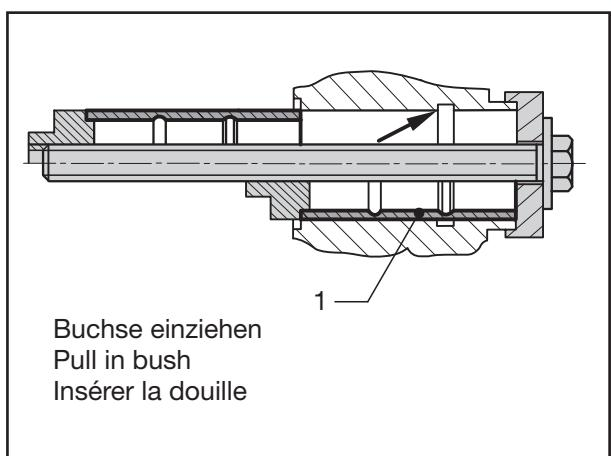

Fig. 7
- [20] Feststellen, ob eine Nut im Bremssattel vorhanden ist (siehe Fig. 7/Pfeil).
[20] Check whether there is a groove in the brake caliper (see Fig. 7/arrow).
[20] Constater si l'étrier de frein comporte une encoche (voir Fig. 7/flèche).